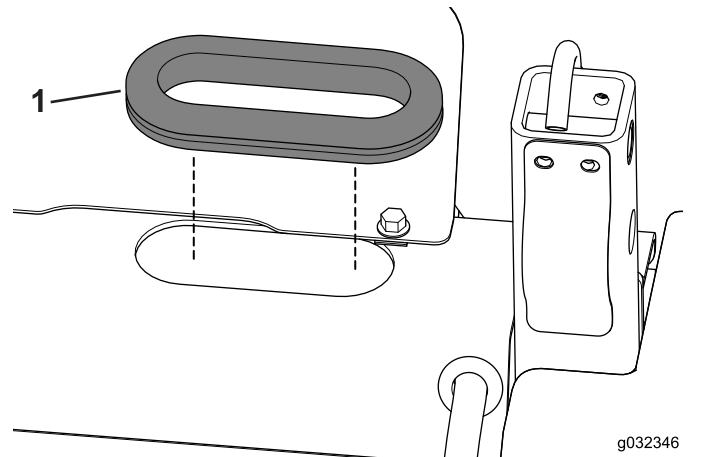

Bild 24
3. Legen Sie die Scheibe in die Öffnung (Bild 24).